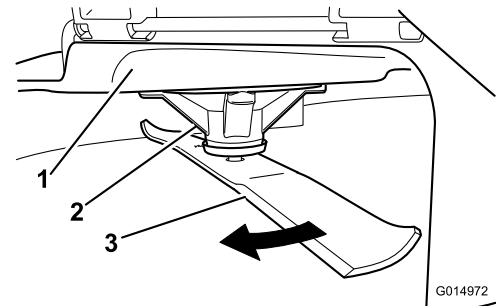

**Figura 71**
2. Llevando guantes fuertemente acolchados u otro tipo de protección apropiada para las manos, gire lentamente la cuchilla hasta una posición que permita medir la distancia entre el filo de corte y la superficie nivelada en la que descansa la máquina (Figura 71).